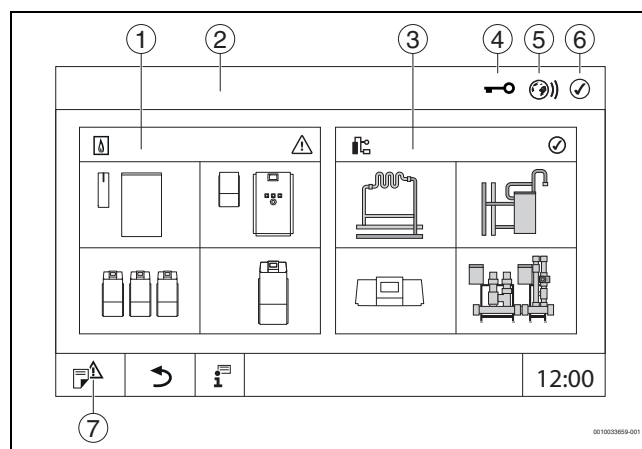

Bild 3 Systemübersicht (Beispiel)
- ▶ **Anlage** antippen (→ Bild 3, [3], Seite 7).